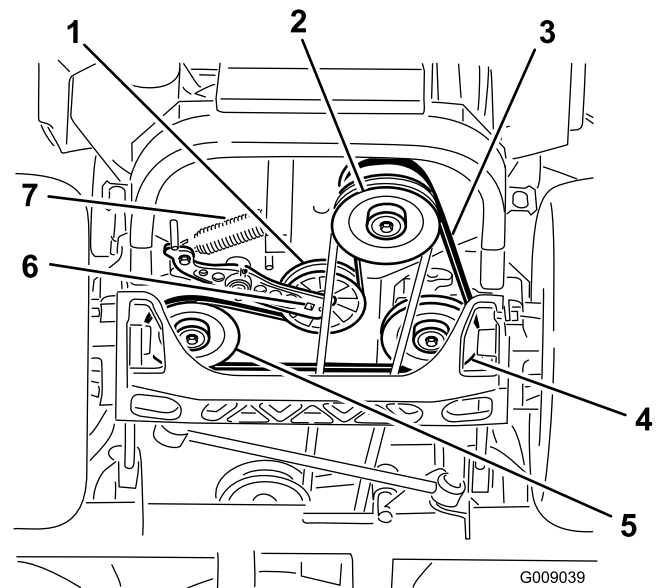

Figure 94
4. Soulevez la machine sur des chandelles (Figure 94).
5. Insérez un rochet dans le trou carré du bras de la poulie de tension pour déposer le ressort de la poulie de tension (Figure 94).
6. Décrochez le ressort de tension sur le cadre (Figure 94).
9. Insérez un rochet dans le trou carré du bras de tension pour installer le ressort de la poulie de tension sur le cadre (Figure 94).